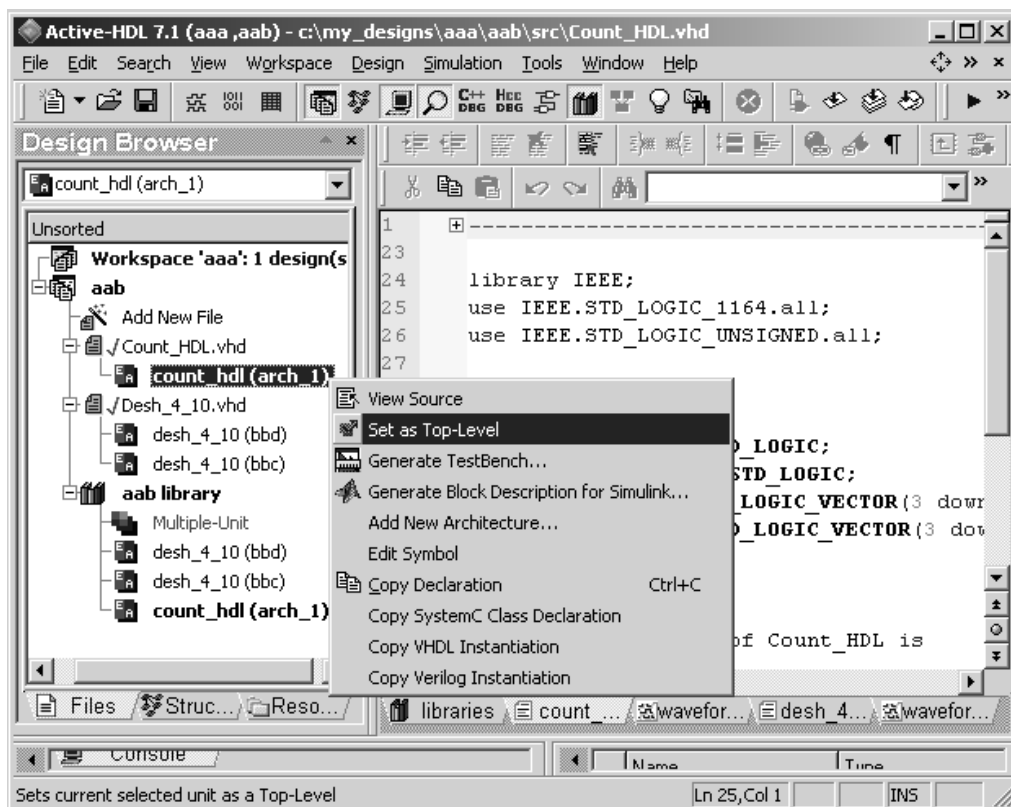

Рис. 3.26
3.4.2. Протестируем работу счетчика с помощью первого варианта технологии, а работу дешифратора - по второму варианту. Выполним компиляцию всех файлов проекта, затем в окне Design Browser раскроем дерево проекта и щелкнем правой кнопкой мыши по ветви count\_hdl (arch\_1), которая появится после компиляции файла счетчика Count\_HDL.vhd. В контекстном меню выберем команду Set as Top\_Level (рис. 3.26)